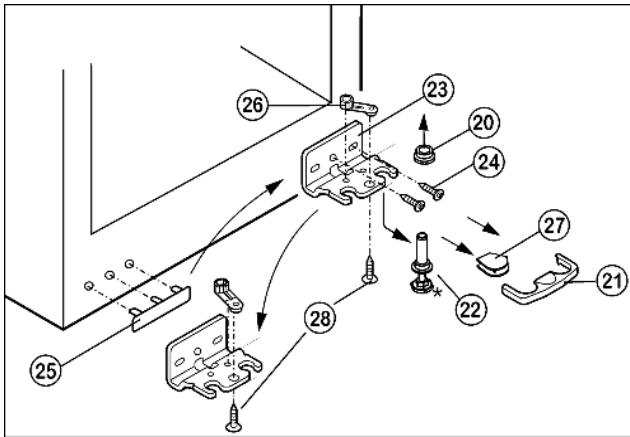

Fig. 5
- ▶ Enlever le dispositif Fig. 5 (21) d'arrêt vers l'avant.
- ▶ Enlever le cache Fig. 5 (27) en bas.*
- ▶ Visser entièrement le pied réglable Fig. 5 (22).
- ▶ Enlever le pivot Fig. 5 (22) vers le bas et vers l'avant. Ce faisant, respecter la douille de charnière Fig. 5 (20).
- ▶ Dévisser la charnière Fig. 5 (23)(2 x vis Torx 25) Fig. 5 (24).
- ▶ Dévisser l'élément pivotant Fig. 5 (26)(1 x vis Torx 25) Fig. 5 (28) et le replacer dans le logement opposé de la charnière, puis le revisser.
- ▶ Soulever avec précaution le cache Fig. 5 (25) du côté poignée et le déplacer.
- ▶ Revisser la charnière Fig. 5 (23) sur le nouveau côté charnière, éventuellement à l'aide d'une visseuse sans fil, en opérant au travers du trou oblong extérieur et du trou circulaire.
- ▶ Mettre le cache Fig. 5 (27) sur le côté opposé.*
- ▶ Le dispositif d'arrêt (21) doit s'enclencher latéralement sur la charnière afin de protéger les pivots d'appui et la porte.
- ▶ Replacer le dispositif d'arrêt (21) sur la charnière.
- ▶ Remettre en place la douille de charnière Fig. 5 (20).
- ▶ Placer la porte par le haut sur le pivot inférieur Fig. 5 (22).
- ▶ Si nécessaire, ajuster la porte au-dessus des deux trous oblongs dans la charnière Fig. 5 (23) inférieure en alignement avec l'habillage de l'appareil.